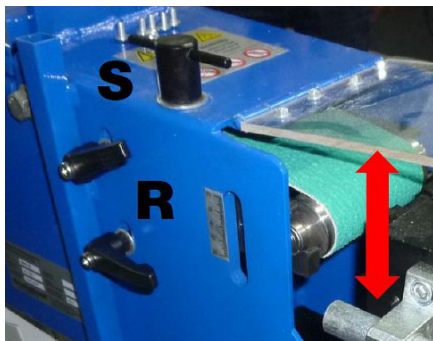

Abb. 15: Höhenverstellung der Kontaktrolle
Schritt 2: Die beiden Klemmhebel R (Abb. 15) lösen.
Schritt 3: Die Höhe der Kontaktrolle mit der Verstell-schraube S (Abb. 15) einstellen. Beim Absenken der Kontaktrolle diese gegebenenfalls mit der Hand nach unten drücken. Die Position der Kontaktrolle (-10 mm - 0 mm - +10 mm) kann an der Skala abgelesen werden.